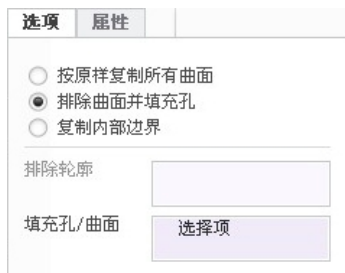

图 6.2.45 排除曲面并填充孔
- ☒ **排除曲面并填充孔** 单选项: 复制某些曲面, 可以选择填充曲面内的孔。操作界面如图 6.2.45 所示。